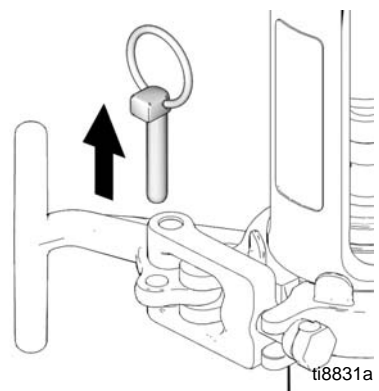

FIG. 17
7. (Afb. 17) Verwijder de pin.